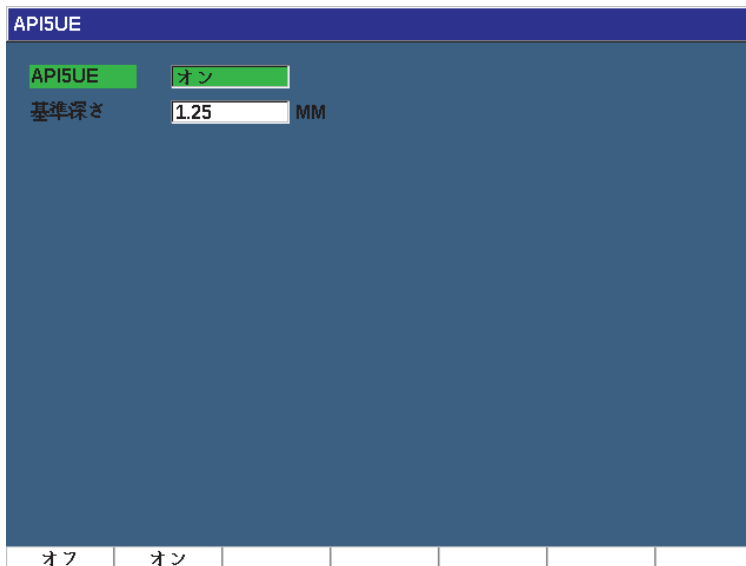

図 11-22 波形平均化オプションの設定
2. API5UE メニューで、API5UE = **オン**を選択します (272 ページの図 11-22 参照)。